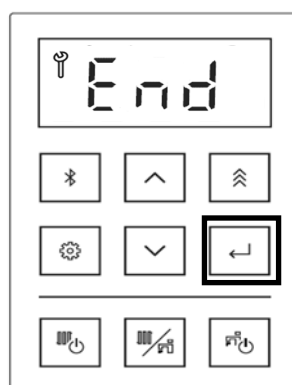

Figure 131
- Laisser l'eau circuler dans la chaudière pendant cinq (5) minutes.
13. Appuyer sur la touche de sélection, l'écran affiche « End » (Figure 131).